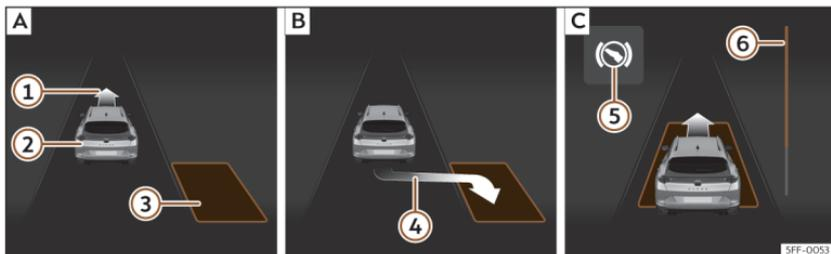
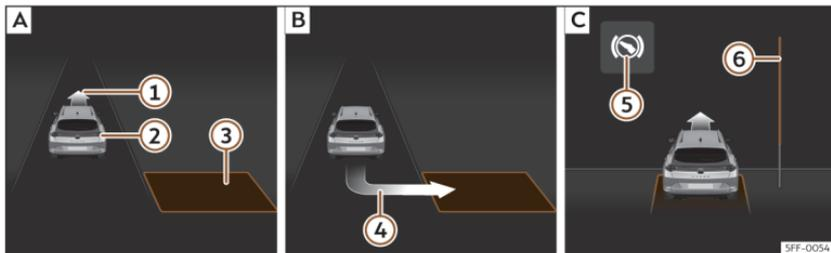

Abb. 152 Am Bildschirm des Kombi-Instruments: längs einparken. **A**: Parklücke suchen. **B**: Position zum Einparken. **C**: Rangieren.
Abb. 153 Am Bildschirm des Kombi-Instruments: quer einparken. **A**: Parklücke suchen. **B**: Position zum Einparken. **C**: Rangieren.
>>> (Abb. 152) **B** oder >>> (Abb. 153) **B** erreicht wurde. Die Parklücke wird als „geeignet“ betrachtet, wenn auf dem Bildschirm des Kombi-Instruments die Anzeige zum Einparken erscheint **④**.
- Fahren Sie rückwärts, bis das Dauertonsignal des ParkPilot ertönt; **ODER:** fahren Sie zurück, bis auf dem Bildschirm des Kombi-Instruments die Anzeige für Vorwärtsfahren >>> (Abb. 152) ☐ oder >>> (Abb. 153) ☐ erscheint; **ODER:** fahren Sie zurück, bis am Bildschirm des Kombi-Instruments die Meldung **Park Assist beendet** erscheint. Die Fortschrittsanzeige ⑥ zeigt den zurückzulegenden Abstand an.
fahren, bis das Fahrzeug gerade in der Parklücke steht >>> (Abb. 152) ☐ bzw. >>> (Abb. 153) ☐.
Die Fortschrittsanzeigen >>> (Abb. 152) ⑥ und >>> (Abb. 153) ⑥ am Bildschirm des Kombi-Instruments zeigt symbolisch die noch zu fahrende relative Fahrstrecke an. Je länger die Distanz ist, desto größer ist der Füllstand des Fortschrittsbalkens. Bei Vorwärtsfahrt nimmt die Füllung des Fortschrittsbalkens nach oben ab und bei Rückwärtsfahrt nimmt die Füllung des Fortschrittsbalkens nach unten ab.